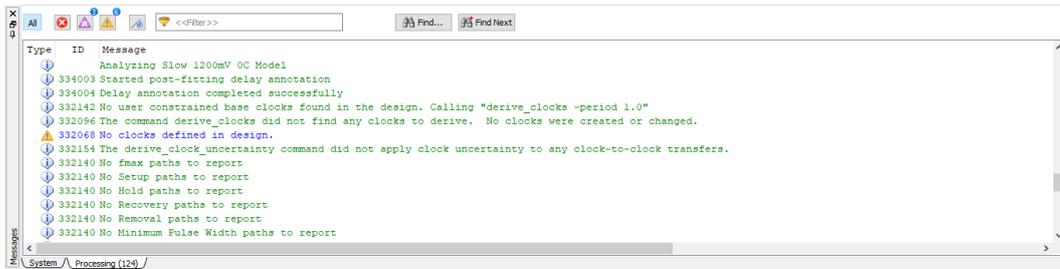

Figura 25: Janela com a mensagem expandida
3. Para localizar a fonte de uma mensagem gerada pelo compilador deve-se clicar na janela de mensagem no ícone  e expandi-lo para encontrar uma unidade de projeto, incluindo uma entidade (Figura 25).